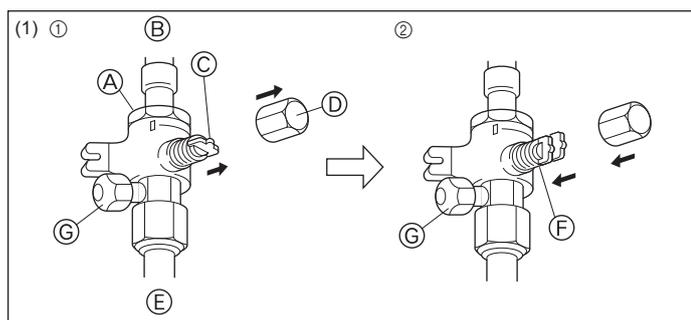

Fig. 4-9
- Βεβαιωθείτε ότι οι ανασταλτικές βαλβίδες (A) (B) είναι κλειστές και μην τις ανοίξετε.
- Προσθέστε πίεση στους ψυκτικούς σωλήνες μέσα από τη θύρα υπηρεσίας (C) της βαλβίδας διακοπής υγρών (A) και της βαλβίδας διακοπής αερίων (B).
- Αν η πίεση μειωθεί στα βήματα (2) ή (3), τότε υπάρχει διαρροή αερίου. Αναζητήστε την αιτία της διαρροής.
- Πλευρά αερίου (Fig. 4-9)